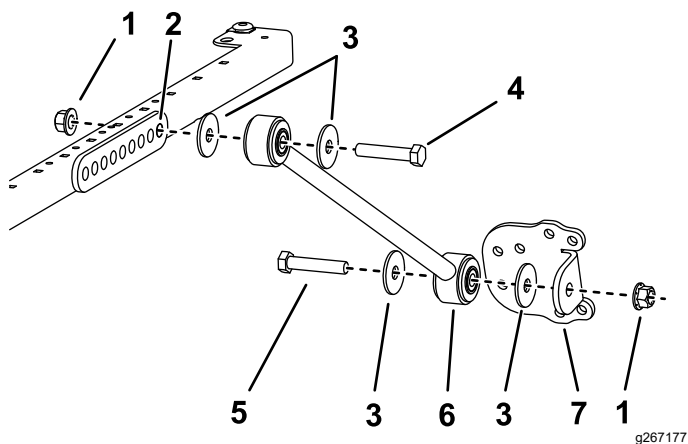

Figure 41
4. De chaque côté du cadre du pare-soleil, fixez légèrement un raidisseur dans le trou arrière du support de renfort à l'aide d'un boulon ($\frac{1}{2}$ " x $2\frac{3}{4}$ "), de 2 rondelles ($\frac{1}{2}$ "), et d'un écrou à embase ($\frac{1}{2}$ "), comme montré à la Figure 41.
5. Fixez légèrement un support à chaque raidisseur à l'aide d'un boulon (1/2" x 2 1/2"), de 2 rondelles (1/2") et d'un écrou à embase (1/2"), comme montré à la Figure 41.